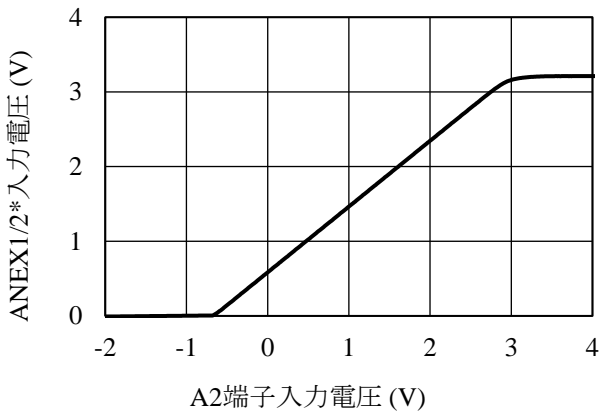

図 3-1 A2 端子オフセット
(3) 図 3-1 参照
(4) GPIO03、GPIO04、GPIO05 端子と GND 端子間
(5) 設計保証